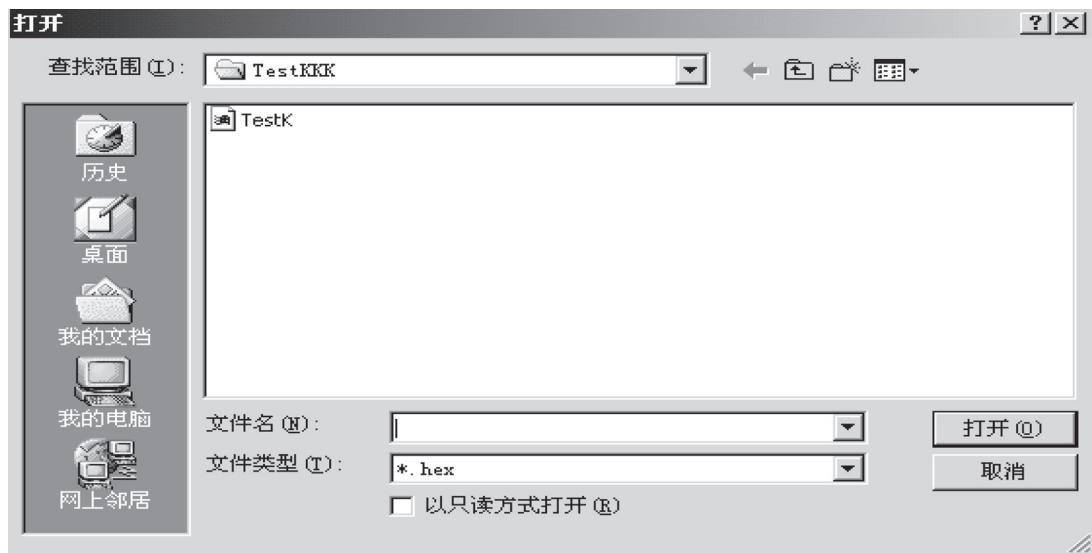

图 1-3-11 打开文件对话框
(1) 装载: 把经过 Keil C 软件转化成 hex 格式的文件装入区域 1 中, 当单击“装载”按钮时, 出现如图 1-3-11 所示的对话框。